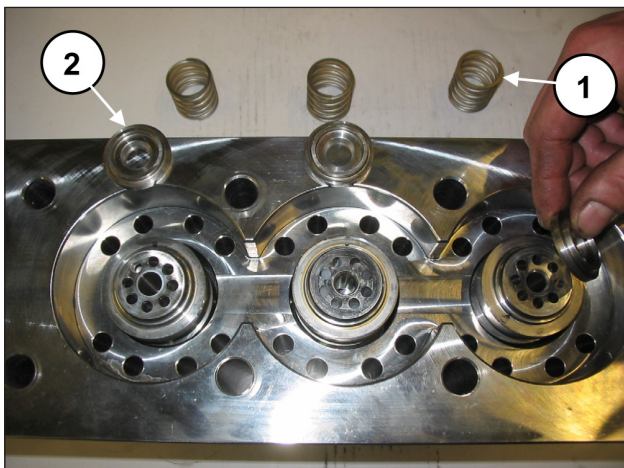

Fig. 114
Durante lo smontaggio delle camicie fare attenzione a non disperdere molle valvole e le valvole piane (pos. ① e ②, Fig. 114) in quanto essendo posizionate solo a battuta potrebbero cadere.